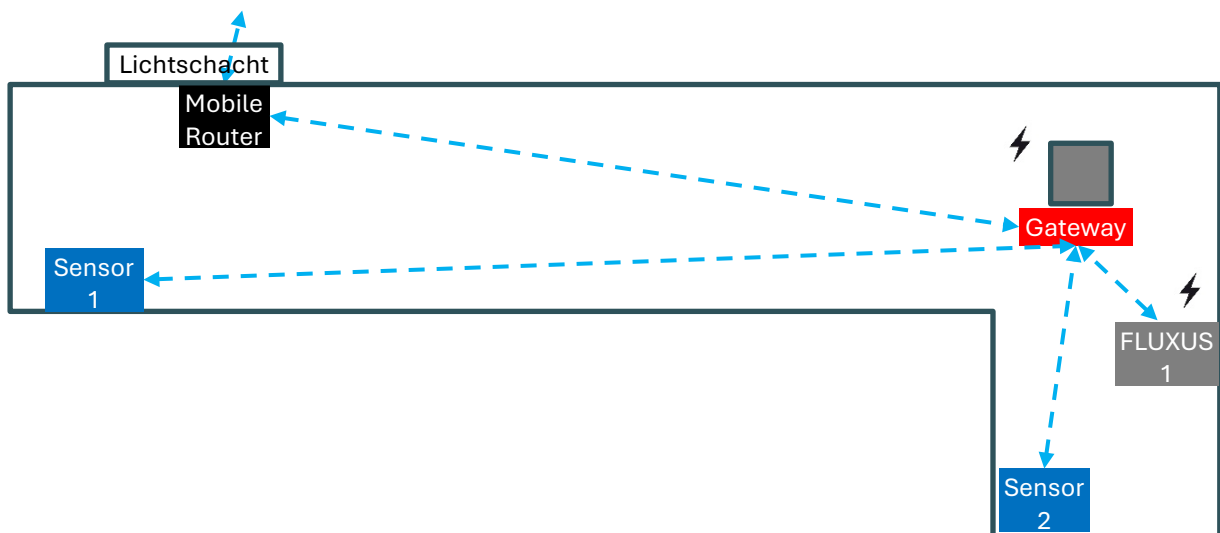

Abbildung 2: Optimale Anordnung der Geräte in einem Keller.
- 1) Gateway an einem Ort aufstellen, welcher möglichst zu allen Messstellen Sichtverbindung hat oder mindestens keine grossen Hindernisse, wie dicke Mauern, aufweist (siehe Abbildung 2). Bei Sichtverbindung werden die Funkverbindungen am wenigsten gestört.
- 2) Blaue Sensorbox in der Nähe der Messstellen befestigen und auf Sichtverbindung achten (Rohre und Bleche können die Funkverbindung stören). Siehe Abbildung 2 für optimale Positionierung. Die grauen Sensorboxen für eine Volumenstrommessungen werden mit dem Netzteil des FLUXUS-Gerätes gespeist (FLUXUS-Transportkiste). Das Netzteil des FLUXUS-Gerätes an die graue Sensorbox anschliessen. Das Stromkabel (schwarz) und das Datenübertragungskabel von der grauen Sensorbox an das FLUXUS-Gerät anschliessen. (30 Sekunden warten).
- 4) Falls der Router genutzt werden muss, das Netzteil Router einstecken und diesen nach Abbildung 2 positionieren (Aufstarten dauert ca. 5 Minuten). Antennen nach Abbildung 3 montieren. Signalstärke auf der Seite des Routers überprüfen. 2 Striche bei der Signalstärke genügen für den Datentransfer. **Wichtig:** LED im Bereich «2G 3G 4G» muss **permanent leuchten** (Datentransfer schnell blinkend). Bei blinkendem LED im Sekundentakt ist keine Internetverbindung vorhanden!